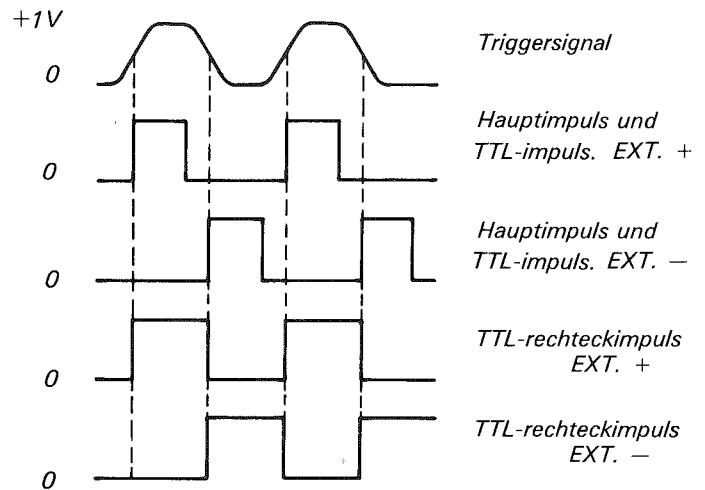

Abb. 6.7. Externe Triggerung
- Wahlschalter REPETITION TIME in Stellung EXT+ oder EXT- bringen, wodurch die Triggerung durch die positive oder negative Flanke des Signals erfolgt. Impulsdauer auf 10 µs einstellen. Vgl. Abb. 6.7.
- Das Oszilloskop zeigt dann Ausgangsimpulse mit der gleichen Impulsfolgefrequenz wie das Triggersignals, die Impulsdauer aber entspricht dem mit dem Schalter DURATION und R2 Eingestellten Wert. Abb. 6.7.
- Es erscheint dann ein Ausgangsimpuls nach Abb. 6.7. Die Impulsfolgefrequenz ist die gleiche wie die des Triggersignals, die Impulsdauer aber entspricht dem mit dem Schalter DURATION und R2 Eingestellten Wert.
- Beachten, dass Impulsfolgefrequenz und Impulsdauer vom Triggersignal bestimmt werden. Vgl. Abb. 6.7.